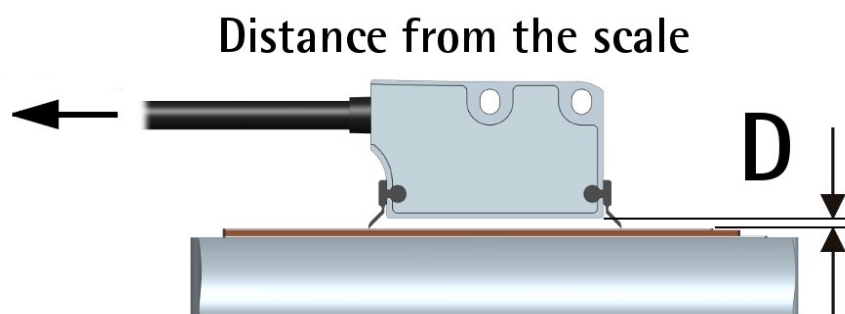
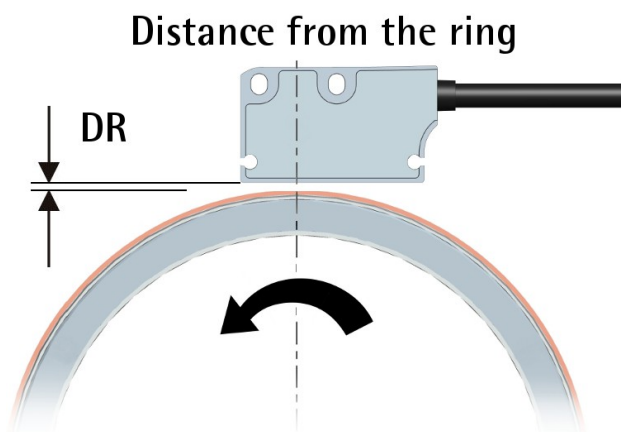

Figura 1 - Distanza montaggio sensore / banda
Figura 5 - Distanza sensore / anello
E' possibile montare la testina sulla banda nelle due direzioni. La freccia in Figura 1 indica la **direzione di conteggio standard** (il fronte di salita del segnale A precede il fronte di salita del segnale B) quando il sensore muove nella direzione indicata dalla freccia; ulteriori informazioni nella sezione "4.7 Direzione di conteggio" a pagina 22.
**La distanza D (si veda la Figura 1) tra la base del sensore e la banda magnetica deve essere compresa nei range indicati nella seguente tabella:**
La direzione di conteggio positiva (il fronte di salita del segnale A precede il fronte di salita del segnale B) si ha quando il sensore muove sulla banda nella direzione indicata dalla freccia in Figura 1; oppure quando l'anello ruota nella direzione indicata dalla freccia in Figura 5 Per ogni informazione riferirsi alla sezione "4.7 Direzione di conteggio" a pagina 22.
### 3.10 Spazzole di pulizia opzionali (Figura 1)
La direzione di conteggio standard (il canale A precede il canale B) è da intendersi con movimento del sensore come indicato dalla freccia in Figura 1 nel caso di applicazione lineare; con movimento dell'anello come indicato dalla freccia nella Figura 5 nel caso di applicazione rotativa.
Di default la relazione di fase tra i canali di uscita A e B è tale per cui il fronte di salita dell'impulso A precede il fronte di salita dell'impulso B con movimento dell'encoder nella direzione indicata dalla freccia in Figura 1 nel caso di applicazione lineare; con movimento dell'anello come indicato dalla freccia nella Figura 5 nel caso di applicazione rotativa (si veda la sezione "4.6 Definizione canali d'uscita ABO, /ABO" a pagina 22). Il valore rilevato da un contatore